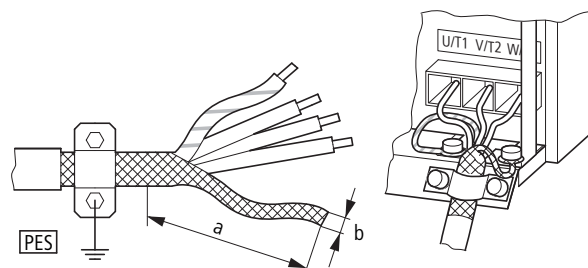

Abbildung 39: Anschluss bei verdrehtem Kabelschirm
- ▶ Verbinden Sie den Schirm dabei beidseitig und großflächig (360 Grad Überdeckung) mit der Schutz Erde (PE) \oplus . Die Erdanbindung des Leistungsschirms (PES) sollte dabei in unmittelbarer Nähe des Frequenzumrichters und direkt am Motorklemmkasten erfolgen.
- ▶ Verhindern Sie ein Aufflechten der Schirmung – beispielsweise durch Verschieben der getrennten Kunststoffummantelung über das Schirmende oder durch eine Gummitülle am Schirmende. Alternativ können Sie zusätzlich zur großflächigen Kabelschelle auch das Schirmgeflecht am Ende verdrehen und mit einem Kabelschuh an der Schutz Erde anbinden. Um EMV-Störungen zu vermeiden, sollte dieser verdrehte Schirmanschluss möglichst kurz ausgeführt werden (→ Abbildung 39).
Alternativ kann zur großflächigen Kabelschelle das Schirmgeflecht am Ende auch verdreht und mit einem Kabelschuh an der Schutz Erde angebunden werden. Zur Vermeidung von EMV-Störungen sollte dieser verdrehte Schirmanchluss möglichst kurz ausgeführt werden (→ Abbildung 39, Seite 68).